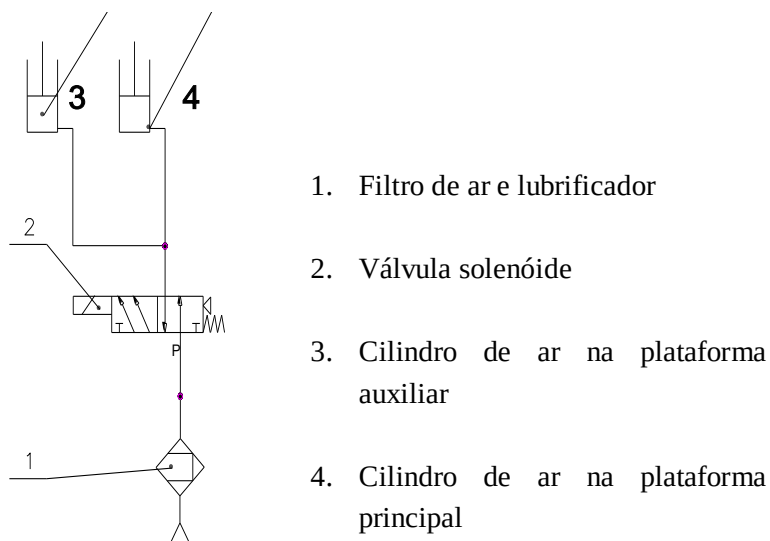

Fig.5
- Conecte as mangueiras de acordo com o diagrama pneumático (Fig.5).